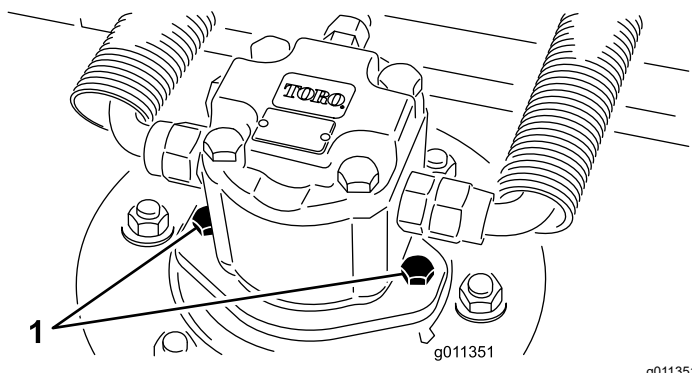

Рисунок 70
2. Отсоедините и снимите гидромотор с деки (Рисунок 70). Накройте верхнюю часть шпинделя для предотвращения загрязнения.
3. Установите гидроцилиндр на деку (Рисунок 70). Убедитесь, что уплотнительное кольцо находится в штатном положении и не повреждено.